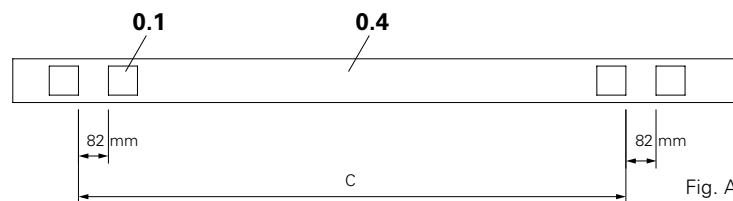

Fig. A1.02
Blocchetti pannello (4) (Fig. A1.02)
Per le distanze, v. Fig. A1.02